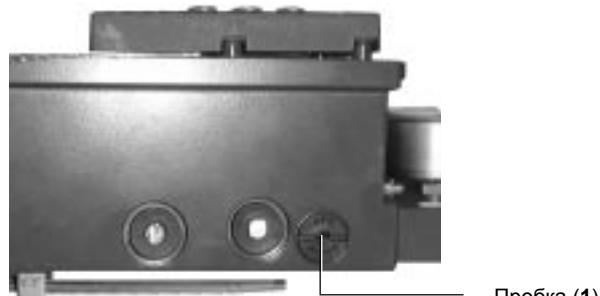

Рис. 56
- Выкрутите пробку (1) из SP2, используя шестигранный ключ 5 мм (см. Рис. 56).